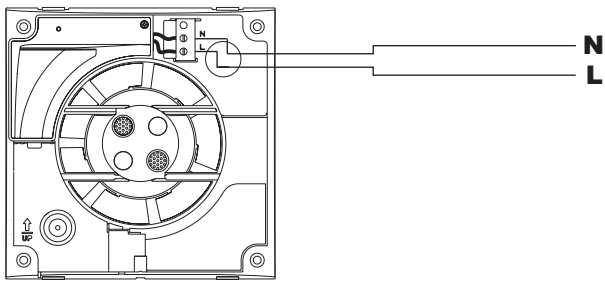

Fig.8
**Cas 1:** Fonctionnement automatique seul (fig.8).
Les versions CD sont équipées d'un détecteur de présence à infrarouge. L'appareil se met en marche automatiquement quand il détecte un mouvement, et ce pour une distance maximum de 2 mètres (fig.8).